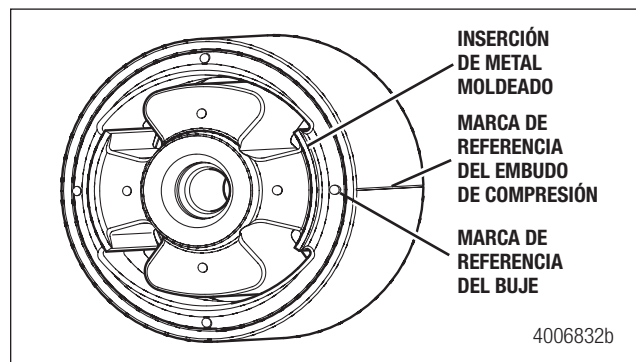

Figura 7.16
- Inserte el buje multifuncional en el extremo del D.I. grande del embudo de compresión. Verifique que la marca del buje esté alineada con la línea indicadora del embudo de compresión. Utilice la marca indicadora que está en el buje, junto al inserto de metal moldeado. Figura 7.16.